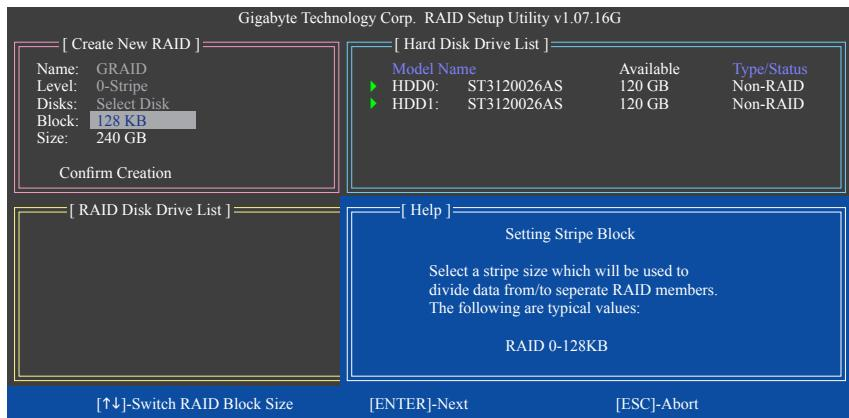

図 6
4. ブロックサイズを選択 (RAID 0 のみ): Block 項目の下で、上または下矢印キーを使用してストライプブロックサイズを 4 KB~128 KB の範囲で選択します(図 6)。<Enter> を押します。